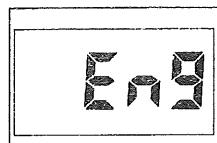

図 4-1
- CAL ON キーを押すと、現在の設定が表示されます（図 4-1）。